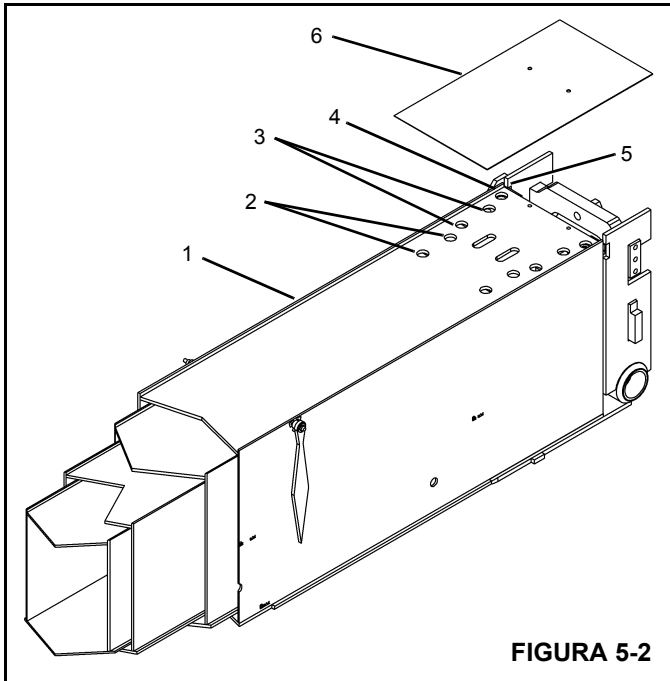

FIGURA 5-2
2. Com a lança totalmente retraída, remova a placa de acesso (6) localizada na parte superior traseira da 1ª seção (Figura 5-2).
3. Aplique graxa às placas de desgaste na parte superior da 2ª seção através dos furos de acesso (4) na 1ª seção com a pistola de graxa (Figura 5-2).
4. Estenda a lança para alinhar os furos de acesso na 2ª seção (3) às placas de desgaste na 3ª seção. Aplique graxa às placas de desgaste da 3ª seção com uma pistola de graxa.
5. Estenda a lança para alinhar os furos de acesso (2) na 3ª seção às placas de desgaste na 4ª seção. Aplique graxa às placas de desgaste da 4ª seção com uma pistola de graxa.